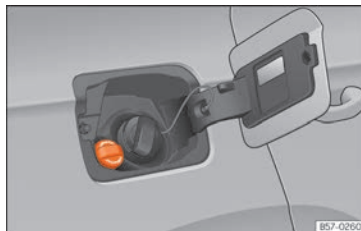

Fig. 280 Bouchon de la goulotte de remplissage du réservoir d'additif AdBlue.
- Ouvrez la trappe à carburant » fig. 280.
- Dévissez le bouchon de l'orifice de remplissage de SCR » » » fig. 280.